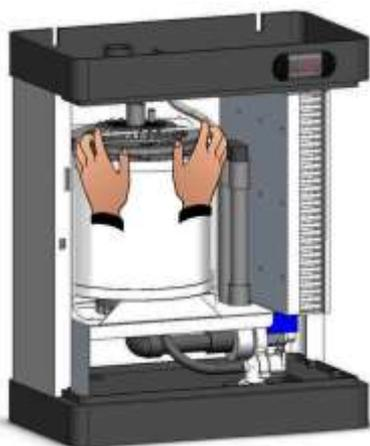

Fig. 27
2. Décrochez le ressort avant de fixation de la bride vapeur supérieure en la faisant glisser à l'extérieur du cylindre (Fig.27, 28, et 29).